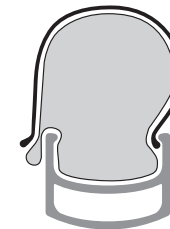

Figura 16. Procure que la cámara no quede atrapada entre la llanta y la cubierta.
- Introduzca el segundo labio en la llanta. Empiece por la válvula. Tenga cuidado de que la cámara no quede atrapada entre la llanta y la cubierta (Figura 16) al colocar esta.